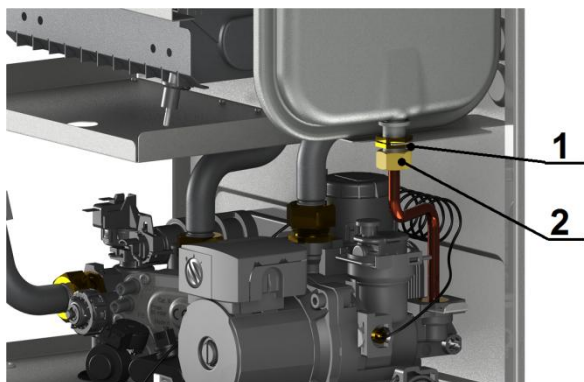
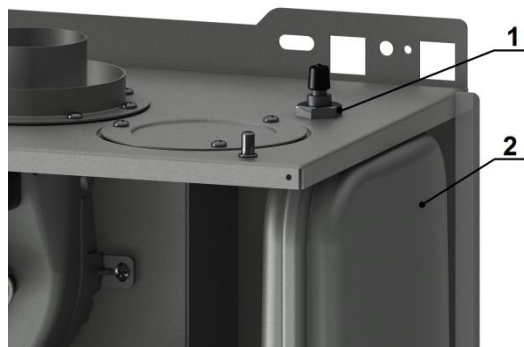

Рис. 21 Демонтаж трубы расширительного бака
Рис. 22 Демонтаж расширительного бака
- ключом на 22 отвернуть гайку (1), см. рисунок 21;
- ключом на 22 отвернуть гайку (2);
- ключом на 22 отвернуть гайку (1), см. рисунок 22;